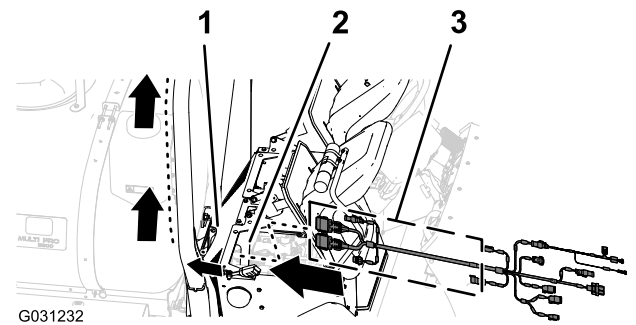

図 157
1. データ用ハーネスの 390cm の枝線を、エンジンルームの右側から内部エンジン用のエアフィルタの隣へ入れ、エンジン後部シュラウドの右下エリアの下側に沿って後方へ進める 図 157。